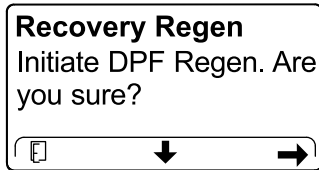

Рисунок 82
4. На экране INITIATE DPF REGEN (НАЧАЛО РЕГЕНЕРАЦИИ DPF) нажмите правую кнопку, чтобы продолжить (Рисунок 82).